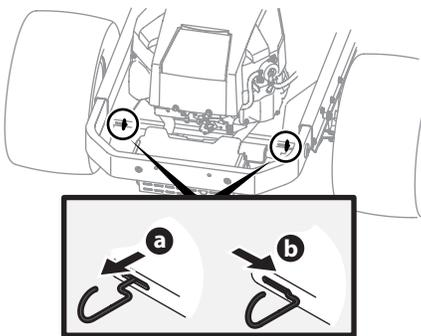

Figura 2-1
4. Enganche las varillas de derivación de la transmisión que se encuentran a cada lado del tractor; luego haga rodar el tractor con cuidado fuera del pálet de embarque. Las varillas de derivación de la transmisión (una para cada transmisión, lado derecho y lado izquierdo) están ubicadas en la parte trasera del tractor, justo dentro de cada rueda trasera. Enganche las varillas de derivación tirando de cada una hacia afuera hacia la derecha y luego dejando que regresen para trabarlas en su lugar. Consulte la Figura 2-1.
5. Desenganche las varillas de derivación después de hacer rodar el tractor fuera del pálet. Consulte la Figura 2-1.